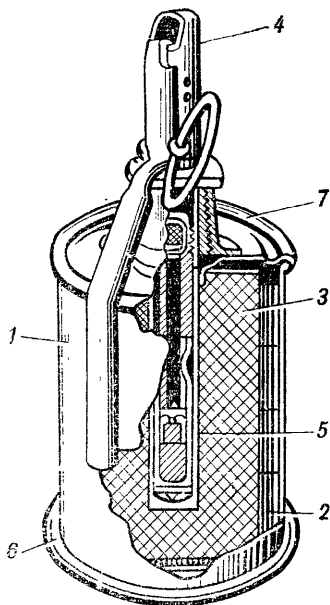

Рис. 8. Устройство ручной осколочной гранаты РГ-42:
13. Ручная осколочная граната РГ-42 (рис. 8) состоит из корпуса с трубкой для